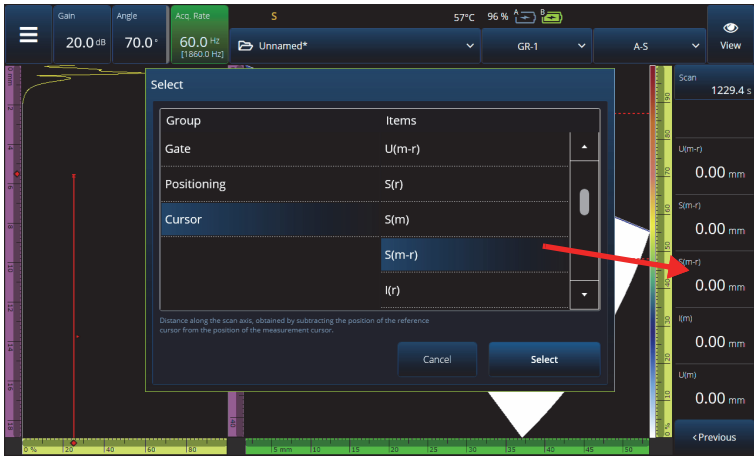

Figura 2-64 Esempio di selezione di una lettura
- b)* Con **Select Reading**, è possibile sostituire una specifica lettura con una delle letture disponibili (Figura 2-64 a pagina 122).